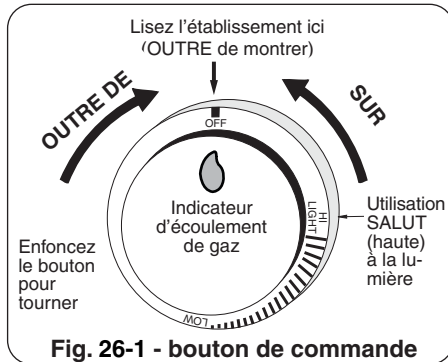

Fig. 26-1 - bouton de commande
**Pour votre convenance et sûreté ; quand le bouton de commande est tourné a la position de fonctionnement, l'indicateur d'écoulement de gaz changera de bleu en le rouge. (Le rouge indique l'écoulement de gaz.) Voir la Fig. 26-1.**